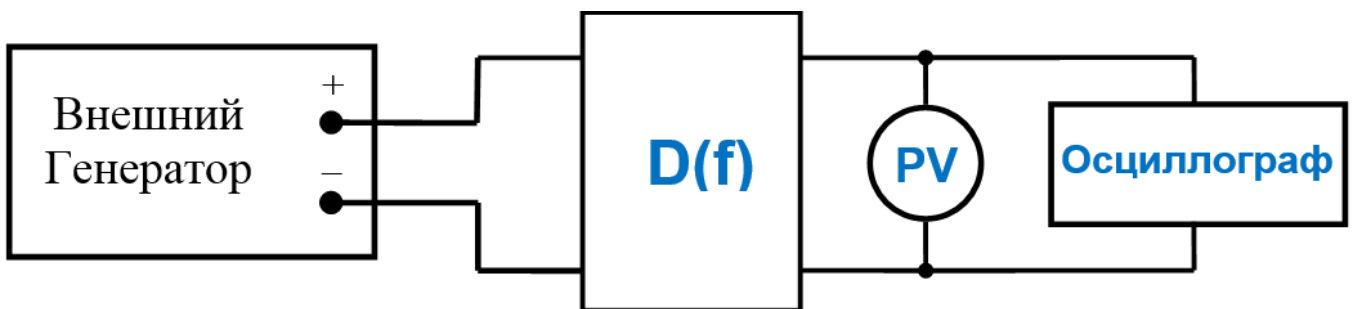

Рисунок 3 – Структурная схема измерений
4.1.1 Собрать схему измерений, рисунок 3.